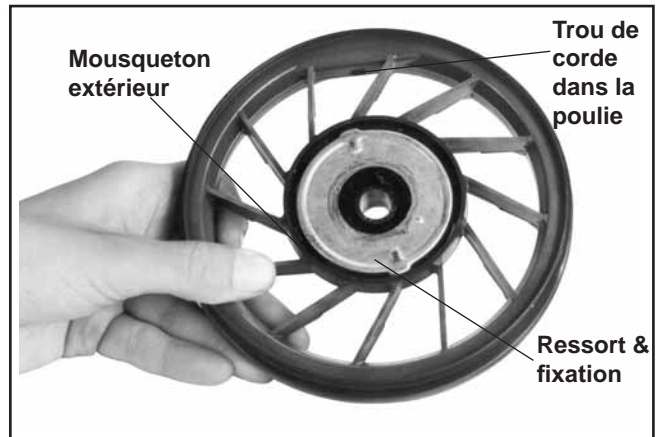

Figure 7-8. Position du ressort et de la fixation dans la poulie.
- Noter la position du ressort et de la fixation dans la poulie. Voir la figure 7-8.
- Assurer que le ressort et l'arbre central sont lubrifiés avec de la graisse. Placer le ressort et la fixation dans la poulie (avec le ressort vers la poulie). Voir la figure 7-8.